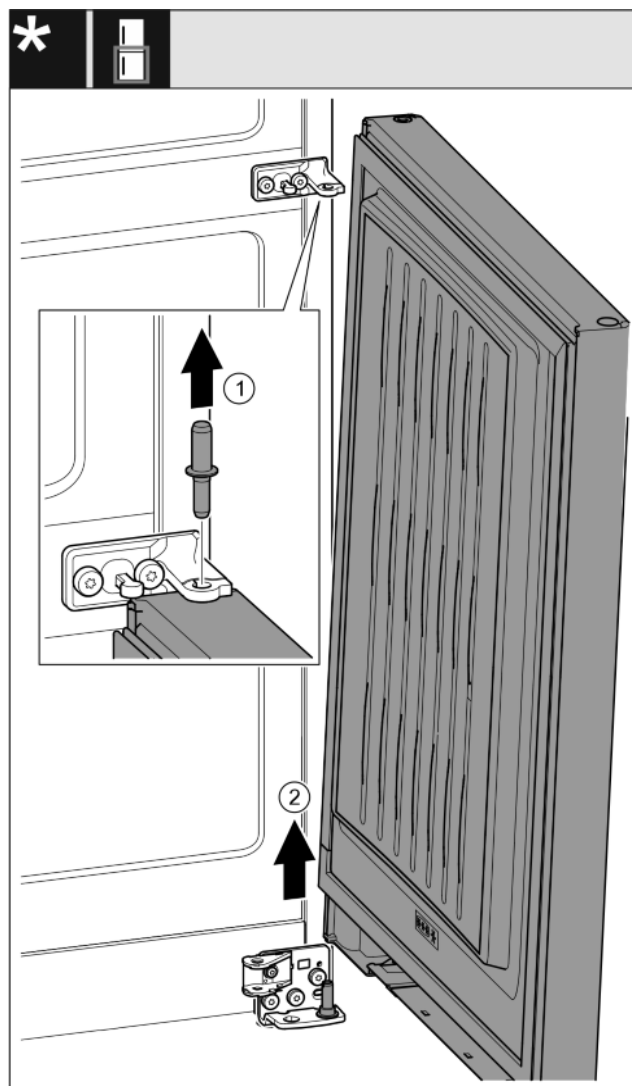

Fig. 19*
- Bolzen nach oben herausziehen.* Fig. 19 (1)
- Tür herausschwenken, nach oben ziehen und beiseite stellen.* Fig. 19 (2)